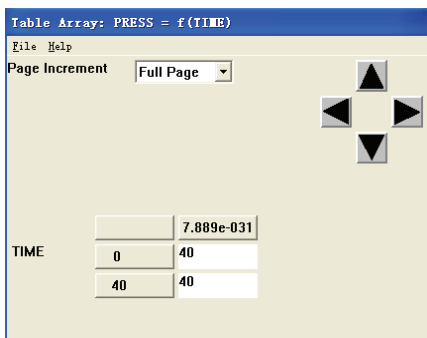

图 4-91 输入数组参数对话框
10) 选择 Utility Menu | Parameters | Array Parameters | Define/Edit 命令, 出现 Array Parameters 对话框, 单击 Edit 按钮, 出现 Table Array: PRESS=f(TIME) 对话框, 参照图 4-91 对其进行设置, 单击 File | Apply/Quit 按钮关闭该对话框, 单击 Close 按钮关闭